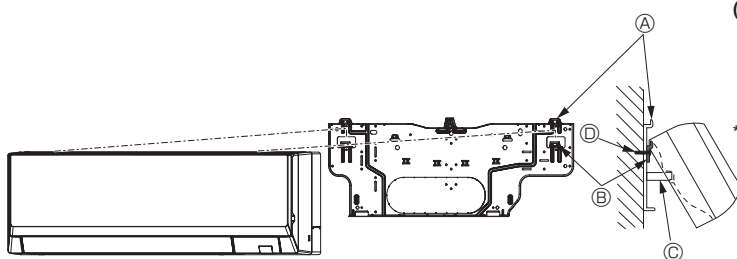

Fig. 3-12
- Si l'appareil intérieur ne peut être suspendu et soulevé à l'aide du crochet classique (la dimension de 2.1. Ⓢ (espacement entre le plafond et l'appareil) est de 75 mm, 2-61/64 pouces ou moins), suspendez l'appareil sur le crochet inférieur du tuyau gauche. (Fig. 3-12)
(Fig. 3-12)